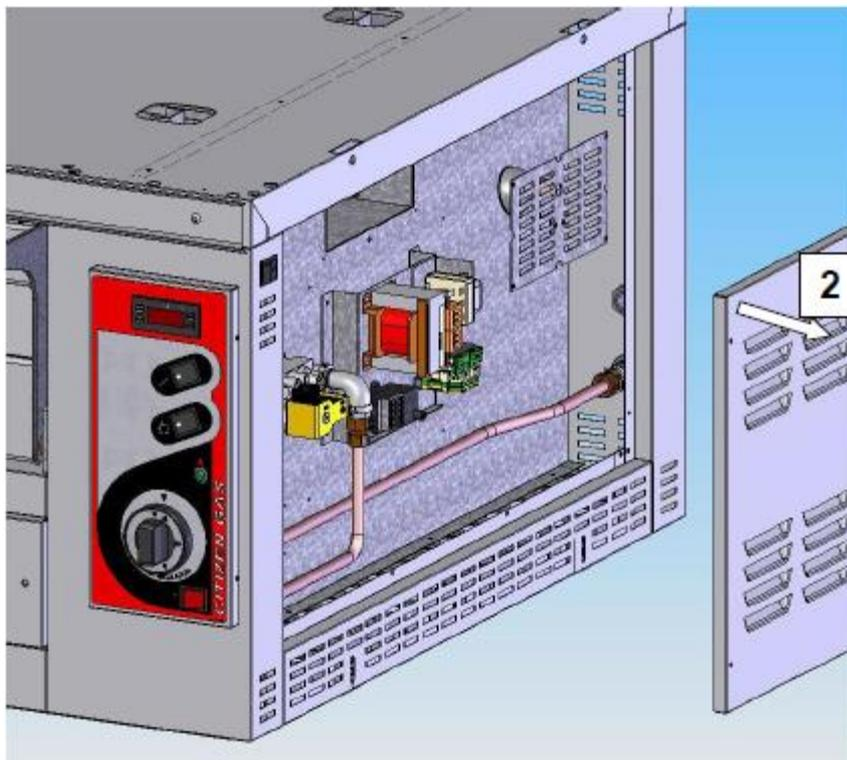
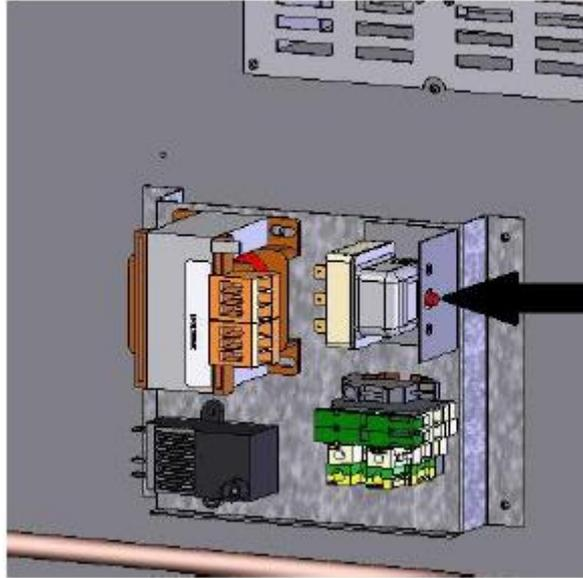

Рис. 8.1
Рис. 8.3
1. Снимите правую крышку панели управления, открутив 4 винта, чтобы получить доступ к электрическому оборудованию (см. рис. 8.1).
Снимите правую крышку панели управления (см. рис. 8.1) и нажмите на красную кнопку предохранительного термостата (см. стрелку на рис. 8.3). Приведение термостата в рабочее состояние после блокировки не допускается до тех пор, пока температура в камере печи не опустится ниже уровня 500°C .